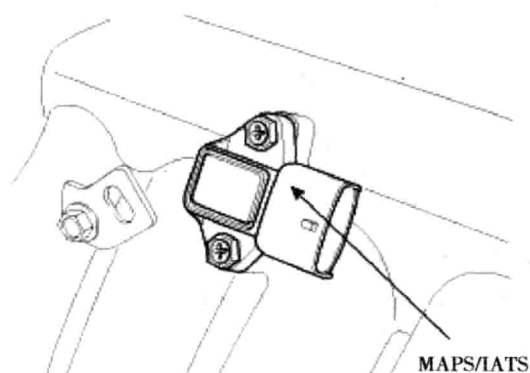

图 1-1-3 进气歧管绝对压力传感器 (MAPS)、进气温度传感器 (IAIS) 位置图
(3) 进气歧管绝对压力传感器 (MAPS)、进气温度传感器 (IATS) 位置图如图 1-1-3 所示。